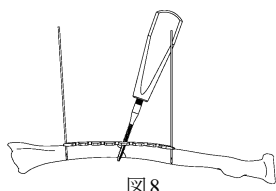

図 8
- 10) 骨質が硬い場合は、3.5 ロッキングスクリュー用タップ (グリップ型) でプレタップを行います。(図 8)